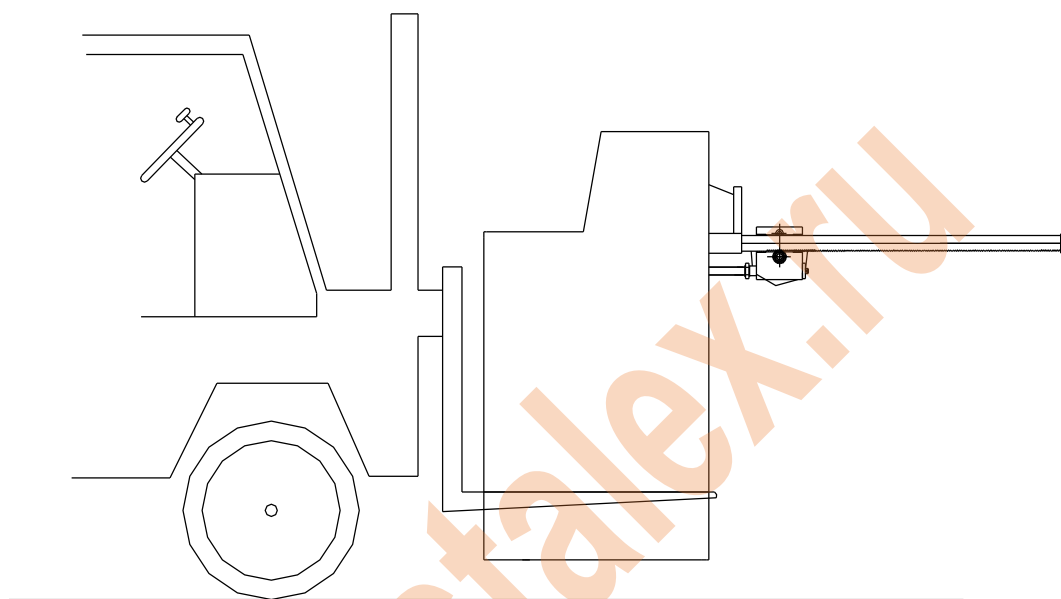

Рисунок 1
1) Транспортировка: сохраняйте равновесие при транспортировке станка. При использовании автопогрузчика придерживайтесь схемы на рис. 1.